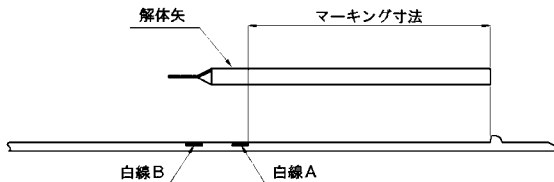

図67 解体矢のマーキング位置
- (1) 直管の解体には厚さ3.0mmの解体矢を用いる。解体矢には図67のようにマーキングを施す。表18にマーキング寸法を示す。